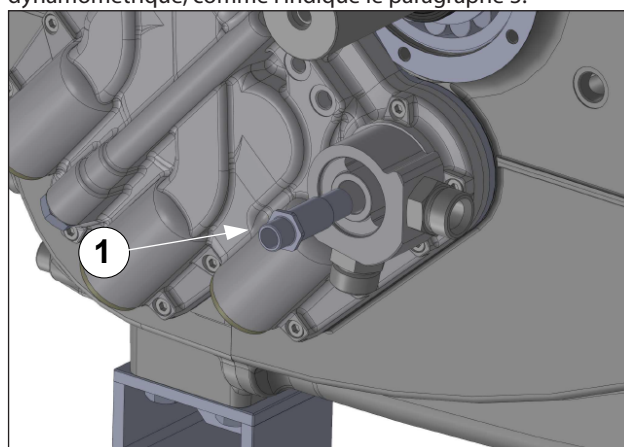

Fig. 130
Monter le groupe adaptateur de l'échangeur air/huile (rep. ①, Fig. 130) et régler la vis de fixation à l'aide d'une clé dynamométrique, comme l'indique le paragraphe 3.